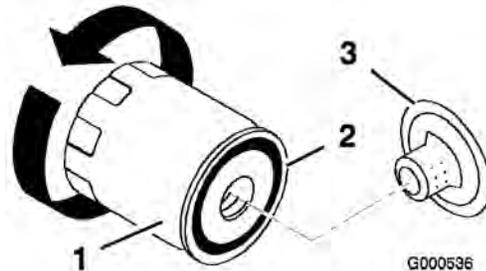

Figure 27
- Changez le filtre à huile au besoin (Figure 27).
- Déposez le filtre à huile usagé et essuyez la surface du joint de l'adaptateur (Figure 27).
- Appliquez une fine couche d'huile propre sur le joint en caoutchouc du filtre de rechange (Figure 27).
- Posez le filtre à huile de rechange sur l'adaptateur. Tournez le filtre dans le sens horaire jusqu'à ce que le joint touche l'adaptateur, puis donnez 1/2 à 3/4 de tour supplémentaire (Figure 27).